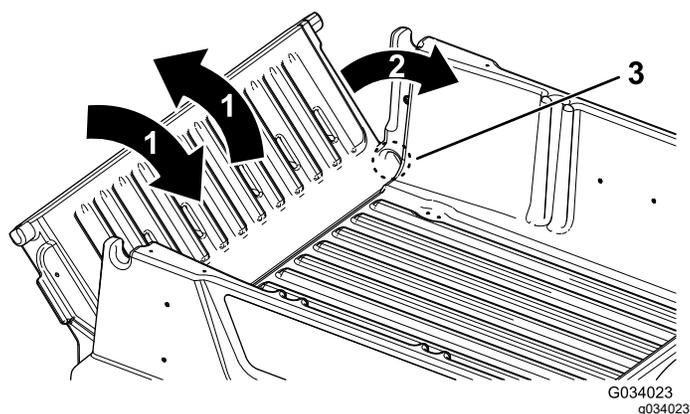

Figure 22
2. Inclinez le hayon à environ 45° (Figure 22).
3. Agitez légèrement le hayon pour le faire pivoter d'avant en arrière plusieurs fois (Figure 22).